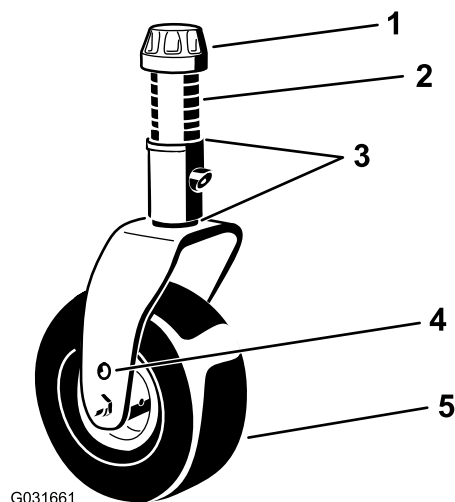

Рисунок 19
ослабьте колпачковую гайку и снимите ее с вала поворотного колеса, затем извлеките вал из рычага поворотного колеса (Рисунок 19).
7. Установите на вал регулировочные прокладки (как они были установлены первоначально) и остальные проставки (Рисунок 19).
8. Установите колпачковую гайку и затяните ее прилагаемым ключом для колпачковых гаек поворотных колес, чтобы закрепить этот узел (Рисунок 19).